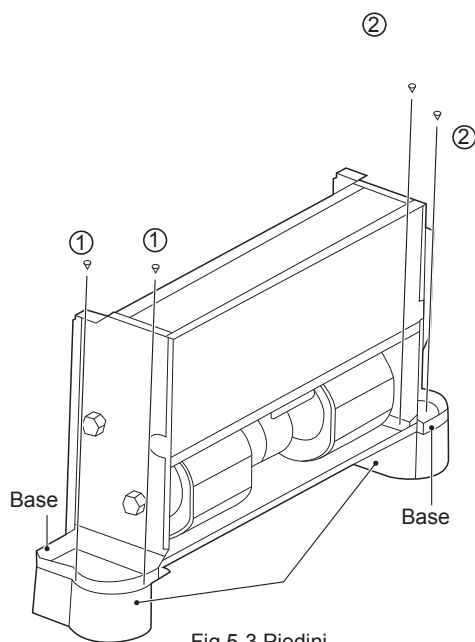

Fig 5-3 Piedini
I piedini mostrati nella Fig 5-3 sono facoltativi. È possibile acquistarli separatamente e installarli come segue.
2. Posizionare i fori di montaggio sulla base dell'unità nel perno di posizionamento del piede corrispondente e installare le viti (1)*2 e (2)*2 per fissare il piede secondo la Fig 5-3.